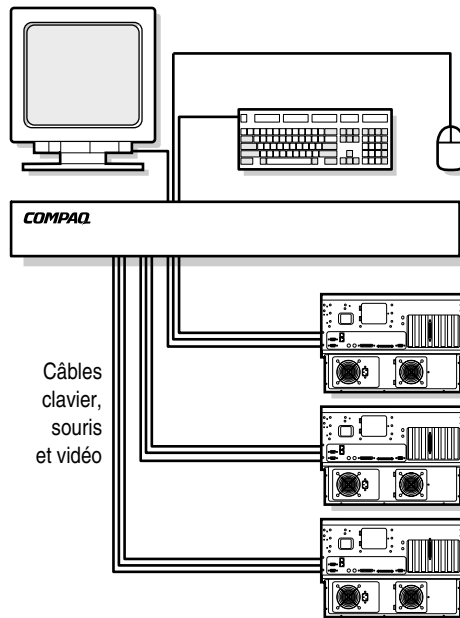

Figure 1-1. Unité 4 ports unique
- Un boîtier de commutation unique permet de relier entre quatre et huit serveurs. Dans cette configuration, le clavier, le moniteur et la souris sont connectés directement à l'unité par leurs câbles respectifs. Vous pouvez connecter le commutateur de console serveur à des serveurs installés dans le même rack ou dans des racks voisins. Voir Figure 1-1.